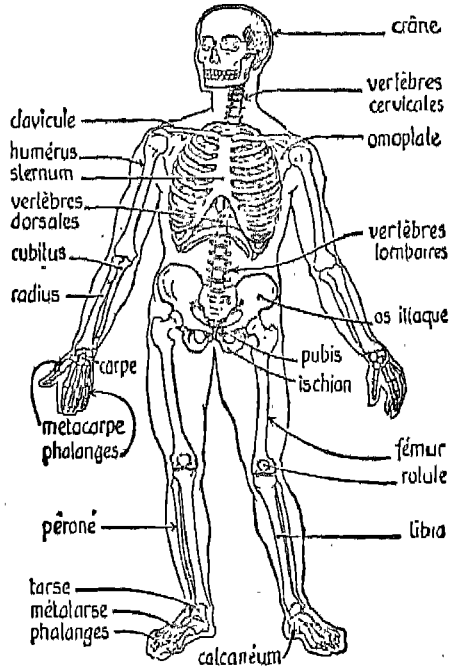

Fig. 1. — Le squelette de l'Homme.
1. Sur un squelette monté, ou un tableau mural — à défaut sur la fig. 1 de la leçon — révision des principaux os du corps humain. Indiquez ensuite leur position sur vous-même.
Notre squelette est formé d'os, durs, rigides, qu'un choc violent peut cependant briser. Les uns, comme ceux des bras et des jambes, sont *longs* ; d'autres, comme les os de la boîte crânienne sont *plats* ; enfin, il y a de petits os, *courts*, comme ceux des doigts. La fig. 1 vous permettra de revoir les noms des principaux d'entre eux.